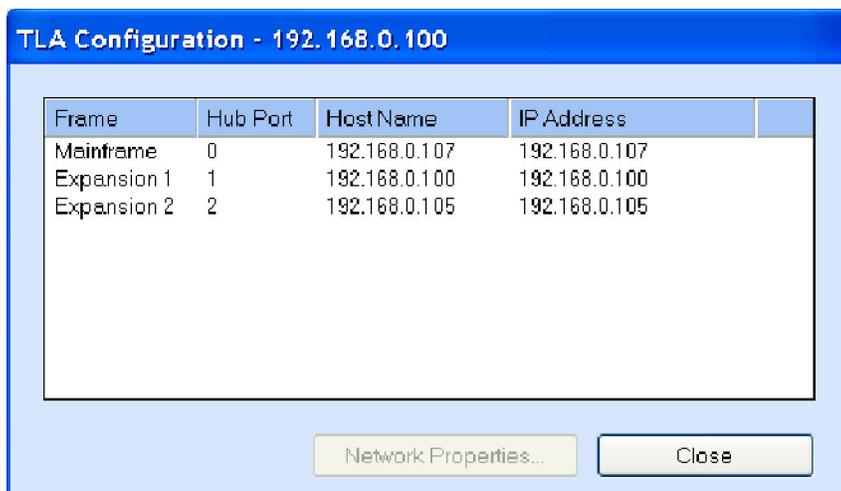

図 27: 機器の検索結果
11. Configuration アイコンをクリックし、システムが適切に設定されているか確認します。ベンチトップ・メインフレームが 3 台以下のシステムでは、複数のモジュールを物理的にマージしても、ソフトウェアでマージを行わない限り、マージしたセットが自動的に構築されることはありません。(図 27 参照)。